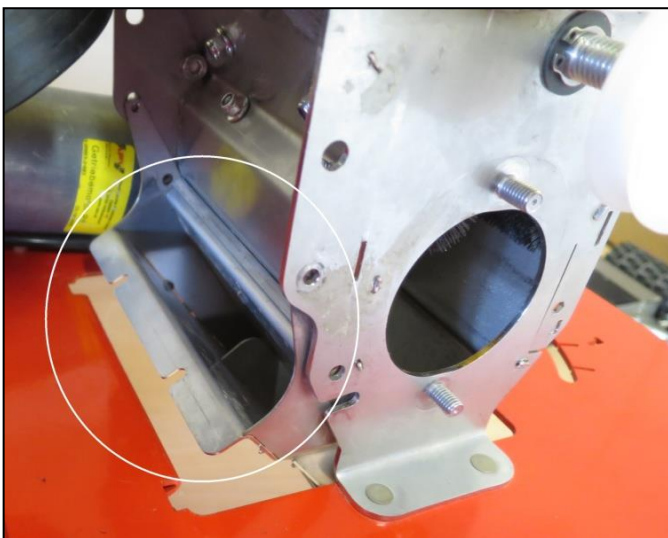
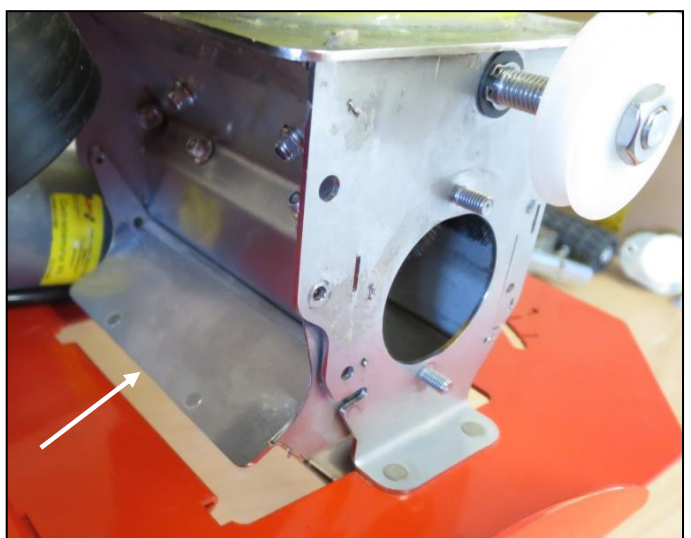

Abb.: 22
Abb.: 23
- Legen Sie nun, wie auf den Abb.: 22 und Abb.: 23 ersichtlich, die Gebläseabdeckplatte auf die Öffnung an der hinteren Seite der Dosiereinheit.